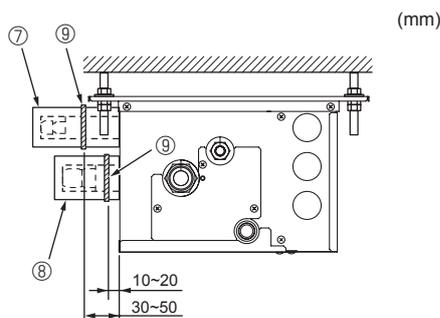

Fig. 7-4
- ⓑ Band ⑨
- ⓐ Pijpafdekkingen ③ ④ ⑤ ⑥
► Volg de onderstaande procedures voor onderdelen van de aftakdoos die niet aan een binnenunit zijn aangesloten. (Fig. 7-4)
- (1) Let erop, om koelstoflekage te voorkomen, dat de optrompvoeren worden aangedraaid met de momenten* die vermeld zijn in tabel 3.
- (2) Plaats om condensatie te voorkomen de pijpafdekkingen ⑦ ⑧ en zet ze vast met de meegeleverde banden ⑨.